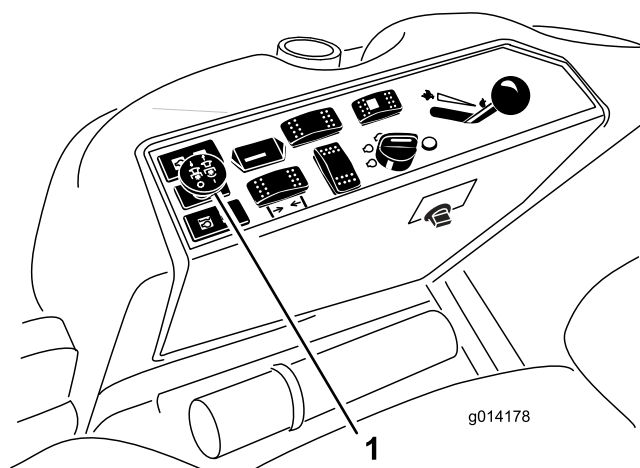

Рисунок 15
3. Потяните вверх переключатель РТО, чтобы включить механизм отбора мощности (Рисунок 15).